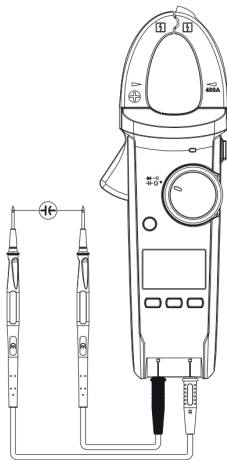

Рисунок 9
8. Измерение ёмкости (рисунок 9)